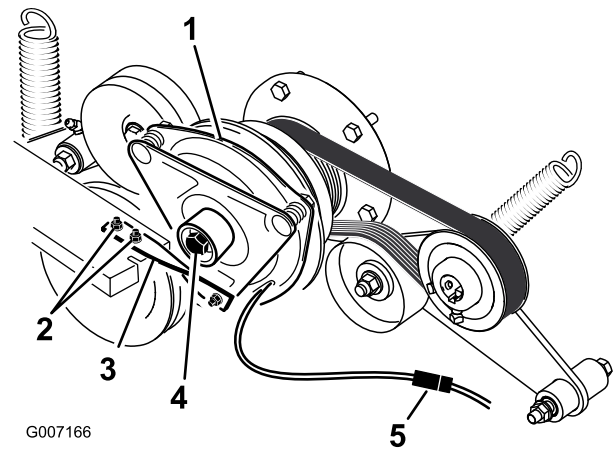

Bild 62
5. Schließen Sie den elektrischen Anschluss für die Kupplung ab (Bild 62).
6. Nehmen Sie die zwei Schrauben ab, mit denen der Gummikupplungsriemen am Mähwerkrahmen befestigt ist (Bild 62).
7. Nehmen Sie die mittlere Schraube ab, mit denen die Kupplung an der Motorwelle befestigt ist, und entfernen Sie die Kupplung und den Schlüssel (Bild 62).
14. Halten Sie die Kurbelwelle an das Heck der Maschine und setzen Sie die mittlere Schraube ein. Ziehen Sie sie mit 68 Nm an (Bild 62).
15. Befestigen Sie den Gummikupplungsriemen mit den zwei vorher entfernten Schrauben und Muttern am Mähwerkrahmen (Bild 62).
17. Stecken Sie den elektrischen Anschluss für die Kupplung ein (Bild 62).